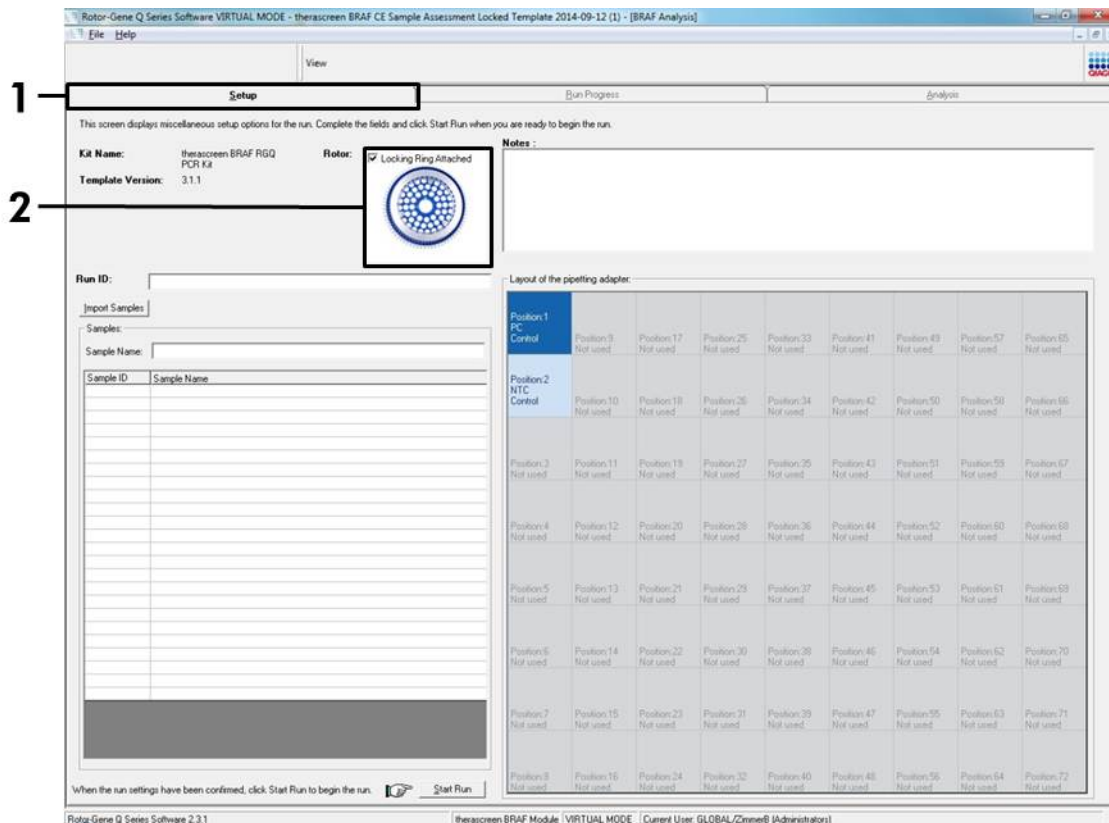

Figure 3. Onglet « Setup » (configuration) (1) et case « Locking Ring Attached » (bague de fermeture fixée) (2).
10. L'onglet « Setup » (configuration) s'affiche par défaut (figure 3). S'assurer que la bague de fermeture est correctement fixée et cocher la case « Locking Ring Attached » (bague de fermeture fixée). Fermer le couvercle de l'instrument Rotor-Gene Q.